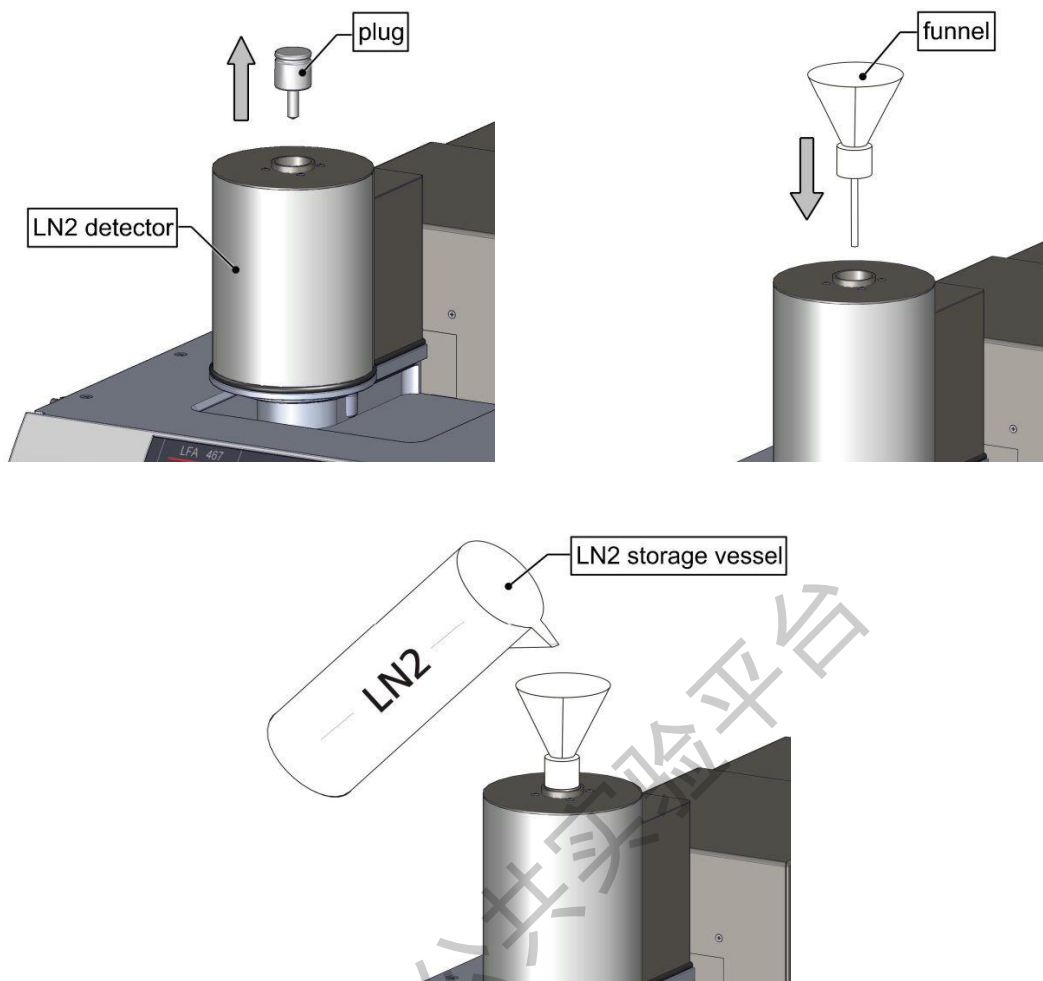

图 6-3
- (1) 为红外检测器填充液氮 (红外检测器需在负温工作), 图 6-3 所示。
- ① 取下塞在红外检测器小孔上的塞子。
- ② 将配套的塑料漏斗插在小孔中, 排气孔不要朝向人站立的方向。
- ③ 缓慢多次灌入约500ml 液氮, 如液氮气化较剧烈, 等待气体逸出后再灌入。加入直至液氮溢出, 随后盖上塞子。